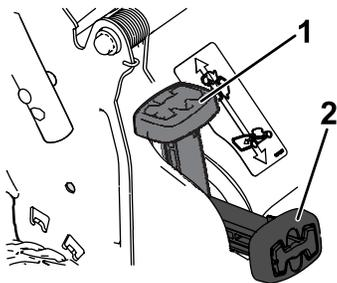

Bild 13
- **Zum Sammeln des Schnittguts und Laubs** drücken Sie die Taste am Hebel für den zuschaltbaren Fangkorb und bewegen den Hebel nach vorne, bis die Taste am Hebel herauspringt (Bild 13).